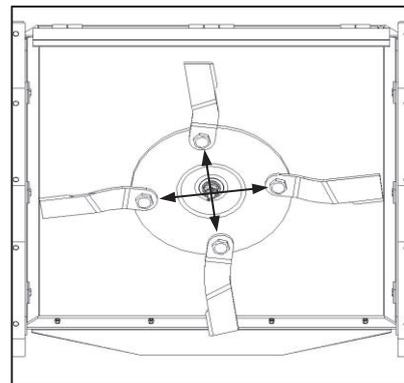

Fig. 7
- ✔ Weigh blades before installation. Blades of nearest equivalent masses should be installed in opposing positions on the same cutting gear assembly to maintain balance (Fig. 7).
- ✔ Weeg lemme voor installing. Lemme met die mees eenderse massas moet teenoor mekaar op dieselfde snymeganismemontering aangebring word om balans te handhaaf (Fig. 7).